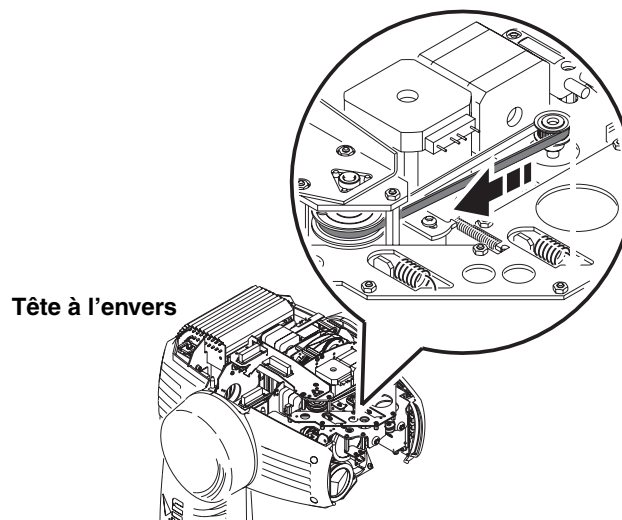

Figure 17: Avancez la lentille de net vers l'avant par sa courroie d'entraînement.
5. Retournez la tête et avancez la lentille de net au plus loin vers l'avant en entraînant sa courroie comme indiqué en Figure 17.